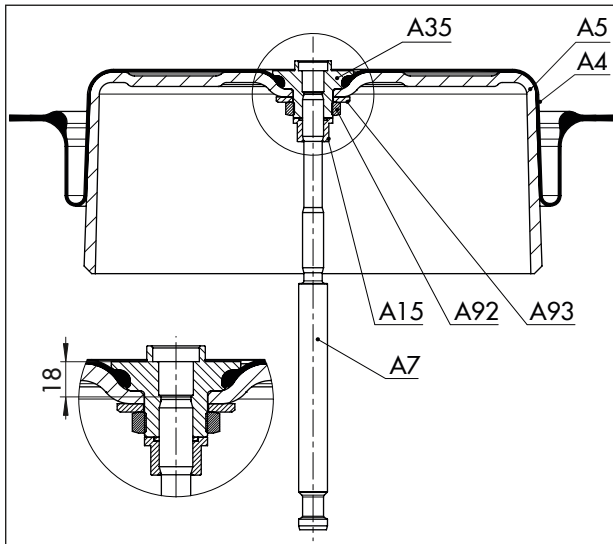

Bild 13: Anordnung der Bauteile für Wirkrichtung FE (1000 cm²)
7. Antriebsstange (A7) umgekehrt in das Druckstück (A35) einschrauben. Dabei das Maß auf 18 mm einstellen (vgl. Bild 13).
15. Entlüftungsstopfen (A16) vom oberen in den unteren Stelldruckanschluss (S) schrauben. Die Antriebsfedern, die nun von unten gegen den Membranteller drücken, lassen die Antriebsstange einfahren. Der Stelldruck gelangt über den oberen Anschluss (S) in die obere Membrankammer, sodass mit steigendem Stelldruck die Antriebsstange gegen die Federkraft ausfährt.